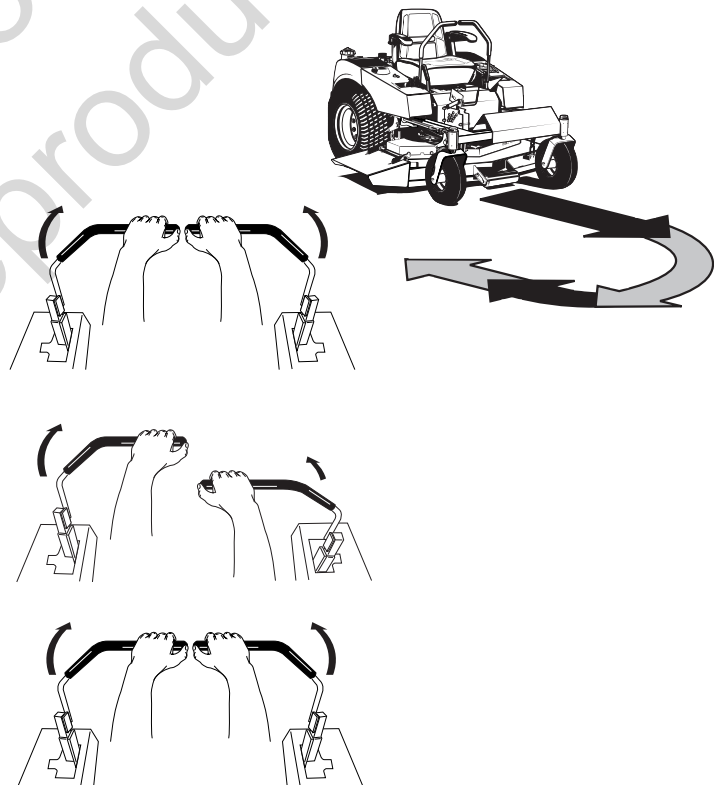

Figura 12. Ejecutar una Vuelta al Final de la Fila
2. Mueva la palanca de control velocidad IZQUIERDA ligeramente hacia adelante mientras que mueve la palanca de control velocidad DERECHA de regreso al centro y luego ligeramente de regreso del centro (vea la Figura 12). Asegúrese de que ambas ruedas se muevan para evitar daños al césped.